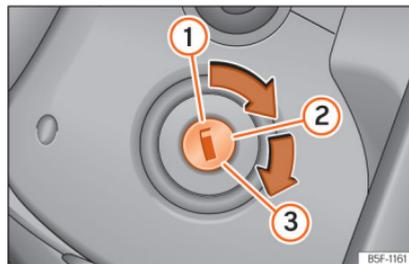

Abb. 137 Positionen des Zündschlüssels
» **Abb. 137**
- 3 Wenn die Kontrollleuchte  grün aufleuchtet, Bremspedal treten. Fahrbereitschaft herstellen. Wenn die Fahrbereitschaft hergestellt wurde, Fahrzeugschlüssel im Zündschloss loslassen. Beim Loslassen geht der Fahrzeugschlüssel in die Position » **Abb. 137** 2 zurück. »